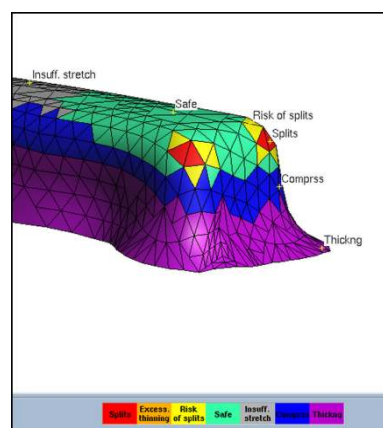
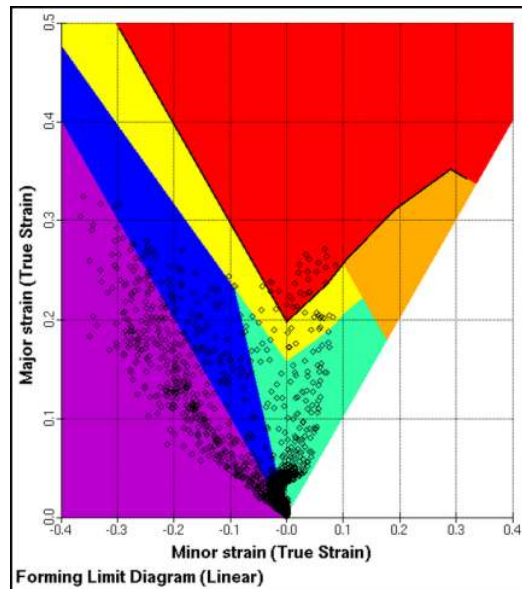

Рис. 4.1. Результат моделирования в AutoForm
Рис. 4.2. FLD-диаграмма (диаграмма предельной штампуемости)
**Категория образования разрывов** дает технологу результаты моделирования, которые помогают разработать изделие и техпроцесс вытяжки без появления трещин и разрушения. Данные о вытяжке верхней части корпуса радиатора представлены на рис. 4.1 и 4.2. Области корпуса (рис. 4.1), окрашенные в красный цвет, являются областями разрушения и трещин. Зоны желтого цвета предупреждают технолога о том, что в этих областях высок риск разрывов и появления трещин. Аналогично окрашены области категории образования разрывов и на диаграмме предельных разрывов FLD (рис. 4.2). На диаграмме FLD можно определить, какие точки и с какими величинами деформаций попали в области разрывов.
**Категория образования гофр.** Целью проверки этой категории является исследование отсутствия складок и гофр на поверхности изделия. Результат моделирования процесса вытяжки верхней части корпуса радиатора, представленный на рис. 4.1 и 4.2, показывает, что фиолетовым цветом отражены зоны наличия складок, а синим цветом области, в которых увеличивается толщина заготовок и, следовательно, растет вероятность появления гофр. На FLD-диаграмме точки, находящиеся в зонах с такими же цветами, принадлежат конечным элементам складок и гофр.